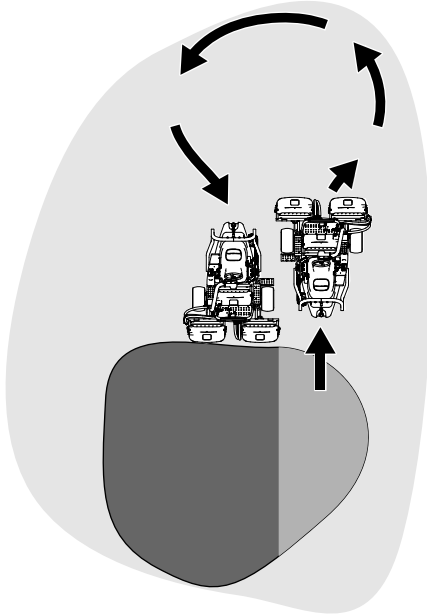

Bild 21
6. Verkürzen Sie die Betriebszeit und vereinfachen Sie das Ausrichten für den nächsten Durchgang, indem Sie die Maschine vorübergehend in die entgegengesetzte Richtung und dann in die Richtung des ungemähten Teils drehen. Führen Sie eine tränenförmige Wende durch (Bild 21), um die Maschine schnell für den nächsten Durchgang auszurichten.